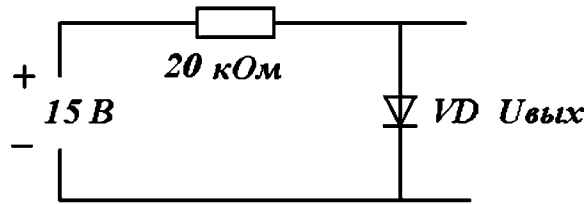

Рис. 2.60. Схема к задаче 5
5. Определить выходное напряжение в схеме на рис. 2.60, если кремниевый диод с обратным током насыщения  $I_0 = 10^{-5}$  А работает при 300 К.